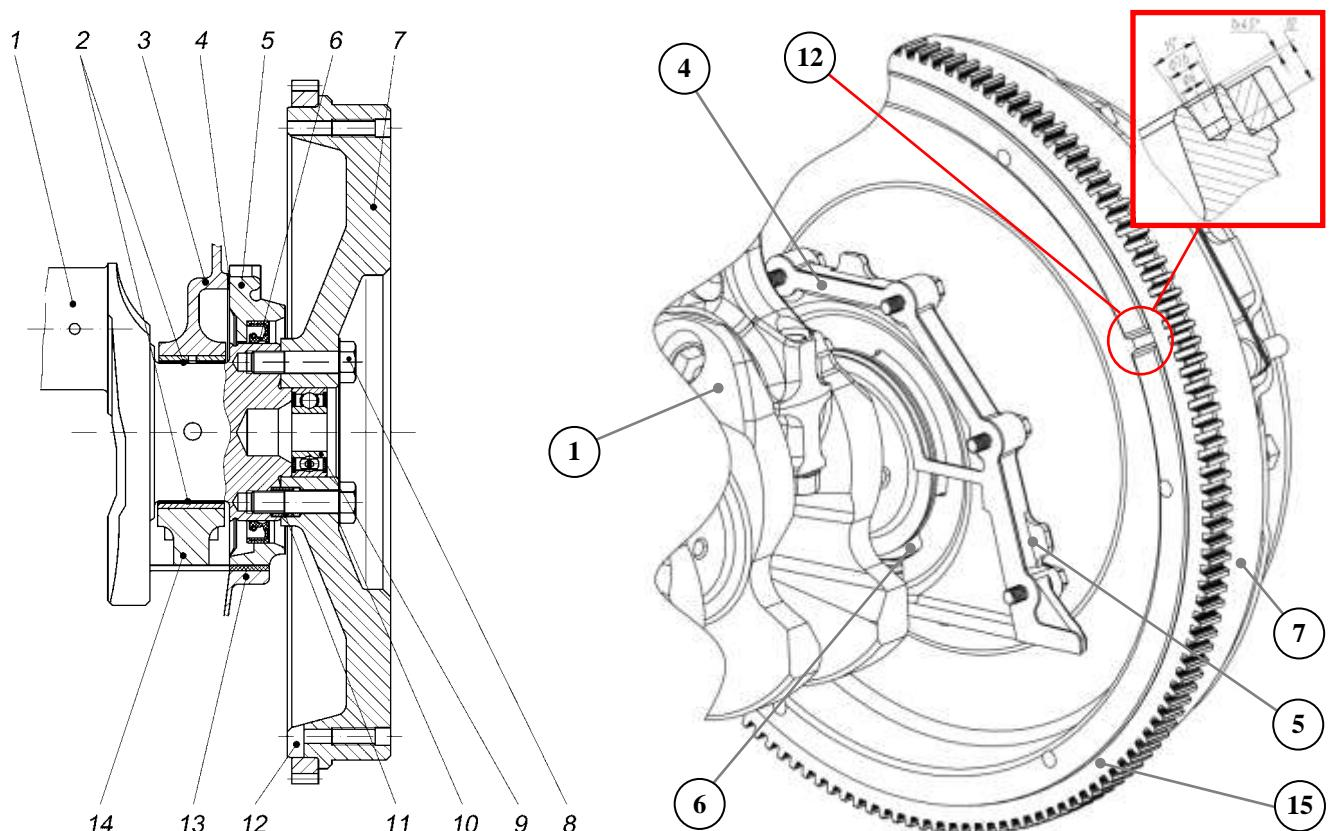

Рис. 19 – Задний конец коленчатого вала:
На центрирующий цилиндрический посадочный выступ фланца коленчатого вала (рис. 19) и втулку 11, запрессованную в задний фланец коленчатого вала, установлен маховик 7, прикрепленный к фланцу с помощью восьми самостопоряющихся болтов 8 через термоупрочненную шайбу 10. Термоупрочненная шайба служит для увеличения надежности соединения. В гнездо маховика установлен подшипник 9 передней опоры первичного вала коробки передач.
**Маховик** (рис. 19) – отлит из серого чугуна, имеет напрессованный стальной, упрочненный закалкой токами высокой частоты, зубчатый венец 15. Маховик подвергается статической балансировке отдельно от коленчатого вала. Масса маховика 13,2 кг.